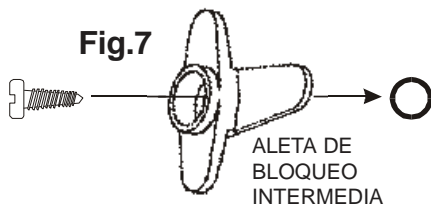

Fig.7
- Fijar (con los tornillos correspondientes) las fijaciones intermedias, prestando especial atención para permitir la rotación de la aleta de bloqueo (ver fig. 7).